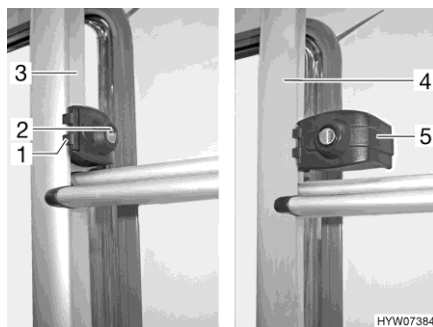

Fig. 2 Verrouillage (échelle arrière)
- Insérer la clé dans le barillet (Fig. 2,2) du verrouillage de l'échelle arrière (Fig. 2,1) et tourner d'un quart de tour, jusqu'à ce que la clé soit en position verticale.
- Maintenir la partie repliable de l'échelle arrière (Fig. 2,4) et faire pivoter le circlip (Fig. 2,5).
- Insérer la clé dans le barillet (Fig. 2,2) du verrouillage de l'échelle arrière (Fig. 2,1).
- Faire pivoter le circlip (Fig. 2,5) vers l'intérieur selon l'essieu du montant de la partie fixe de l'échelle arrière (Fig. 2,3).